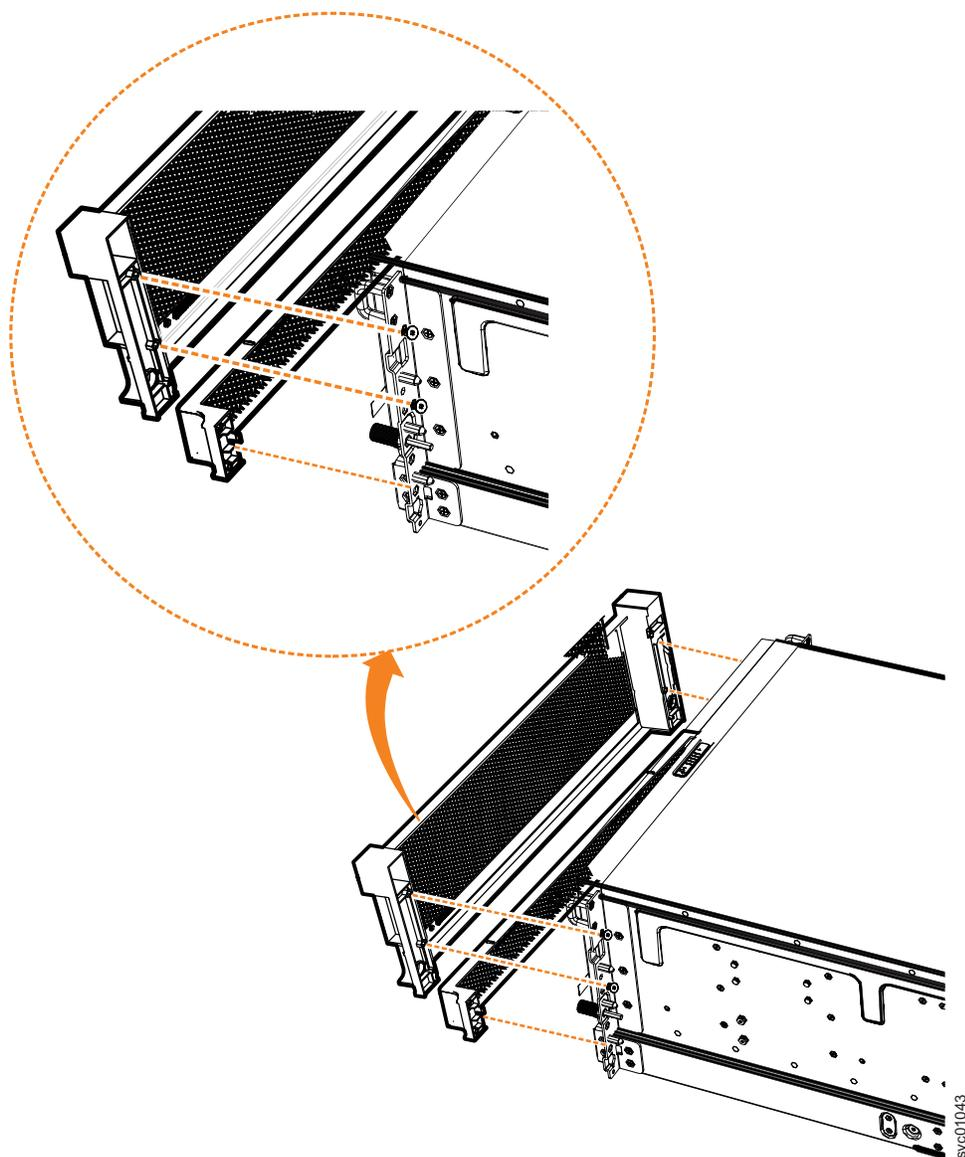

図 117. 拡張エンクロージャーの鼻隠しコンポーネントの再取り付け
2. つまみねじが両側の穴に通るように、前面 4U 鼻隠しをエンクロージャの位置に正しく合わせます。 295 ページの図 117 に示すように、このアクションにより、鼻隠しの背面のねじ穴がエンクロージャの前面フランジのねじ穴の位置に正しく合わされます。
4. 電源機構装置 (PSU) を覆う下段 1U 鼻隠しを再取り付けします。 295 ページの図 117 に示すように、鼻隠しをエンクロージャの位置に正しく合わせ、シャーシの所定の位置にカチッと収まるまで慎重に押します。